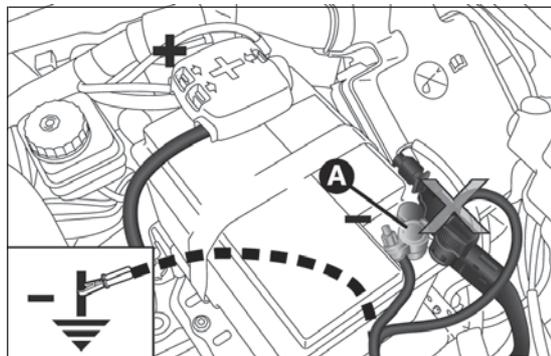

fig. 154
- conectar los bornes positivos (signo + cerca del borne) de las dos baterías con un cable adecuado fig. 154;